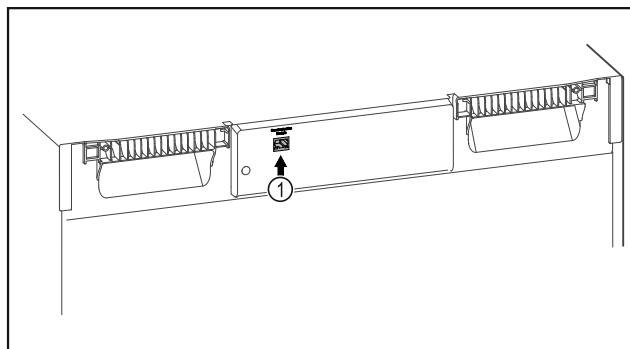

Fig. 138
- ❑ SmartModule Fig. 138 (1) inserito.